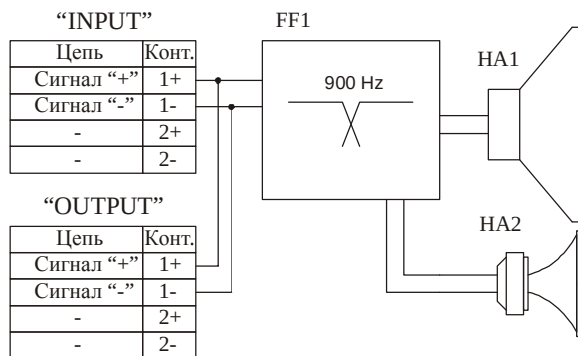

Рис.2. Схема электрическая структурная
4.2 Для раздельного подвода НЧ и ВЧ составляющих звукового сигнала к динамическим головкам АС оснащена разделительным фильтром с частотой раздела 900 Гц. Структурная электрическая схема АС приведена на рис.2.